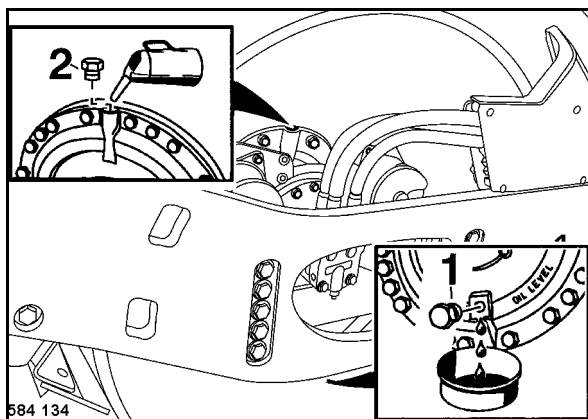

Fig. 160
- Desenroscar el tapón de control 1 (Fig. 160) en la parte inferior del rodillo y cargar tanto aceite por el agujero de llenado (2) hasta el aceite sale por abajo del agujero de control.